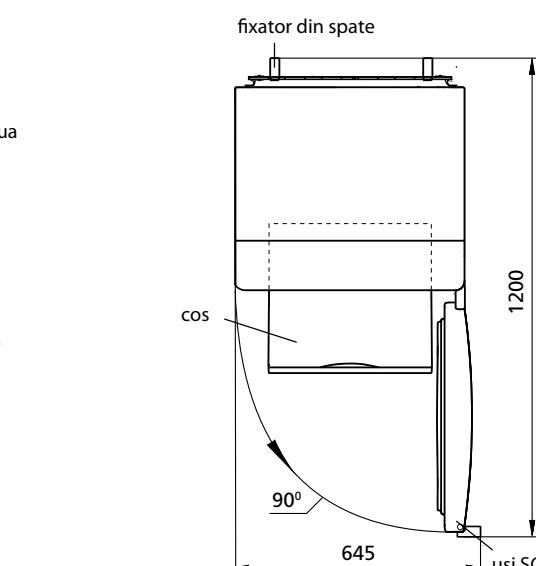

Figura 2 – Frigidier (vedere de sus)
1.4 Spatiul total, necesar pentru exploatarea frigidierului este determinat de dimensiunile indicate în figura 2 în milimetri. Pentru extragerea liberă a componentelor din frigidier trebuie să deschide ușile camerei la un unghi de cel puțin 90°.